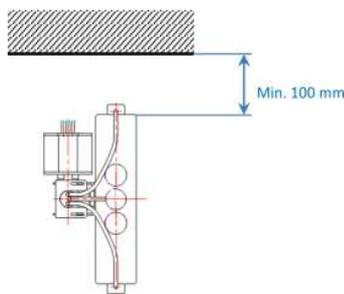

图 5
- 1、(图 5) 阀体安装时应预留线圈安装的最小空间(不小于 100mm)；